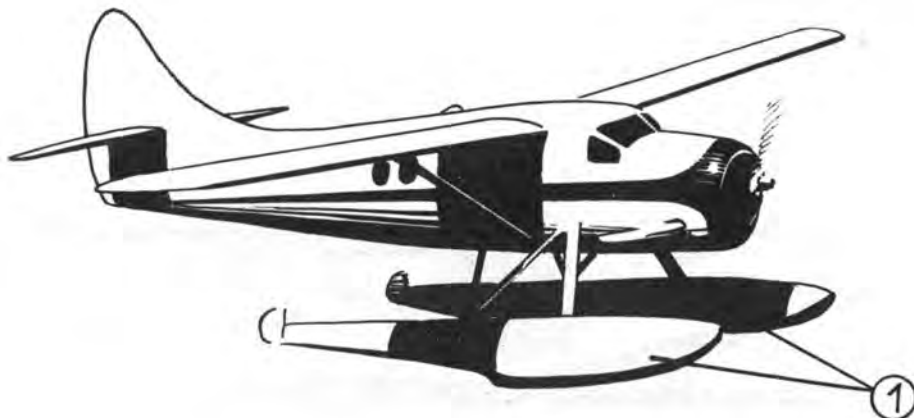

Fig. 15. — Un hydravion à flotteurs.
Les avions qui décollent sur l'eau et s'y posent (amerrissage) sont des **hydravions**. Les roues sont remplacées par des flotteurs (1). (fig. 15).